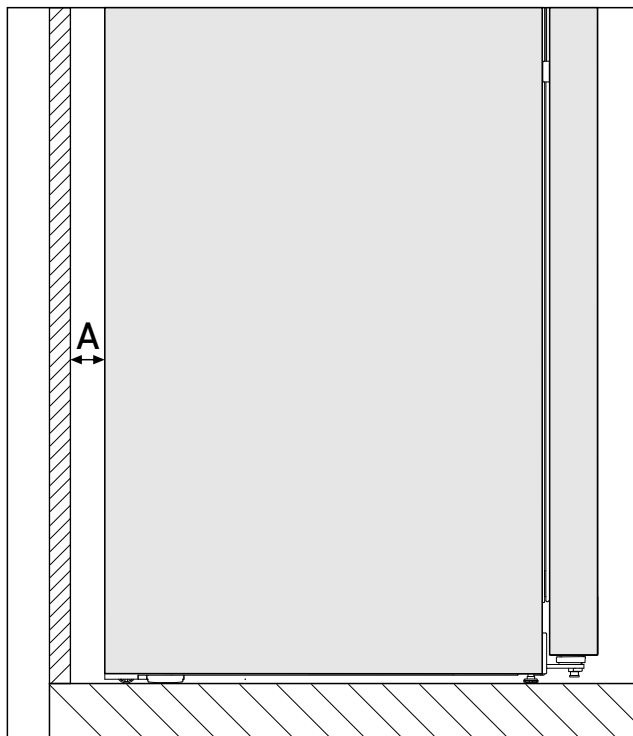

Fig. 3 *
Energiankulutus on määritetty, kun laitteen takapuolen ja seinän välinen etäisyys on Fig. 3 (A). Jos etäisyys seinästä on alle Fig. 3 (A), se ei vaikuta laitteen toimintakykyyn, mutta energiankulutus kasvaa hieman, jos etäisyys seinästä on pieni.*